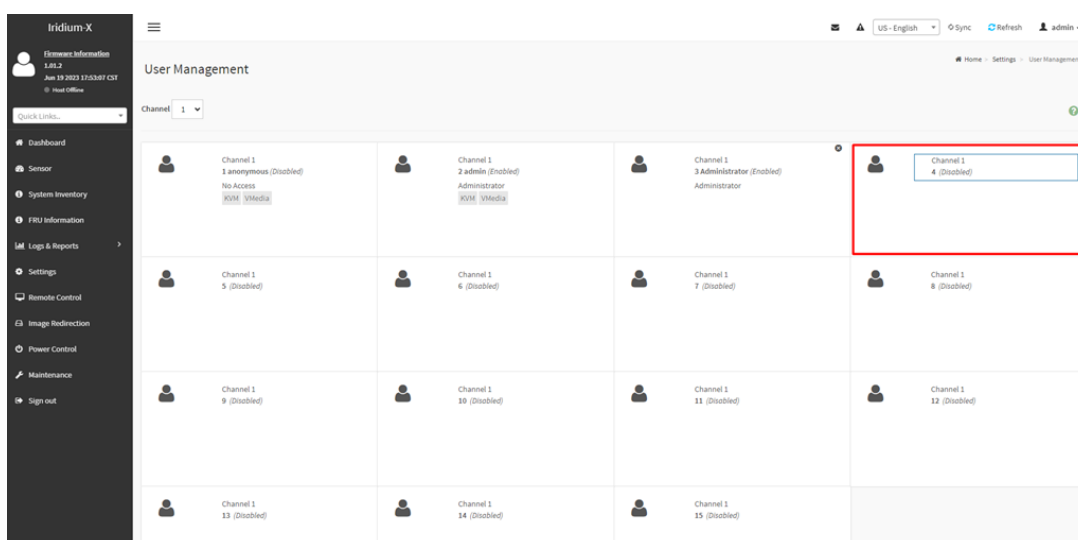

Рисунок 52 – Окно управления пользователями
- Нажать на изображение силуэта (см. Рисунок 52).